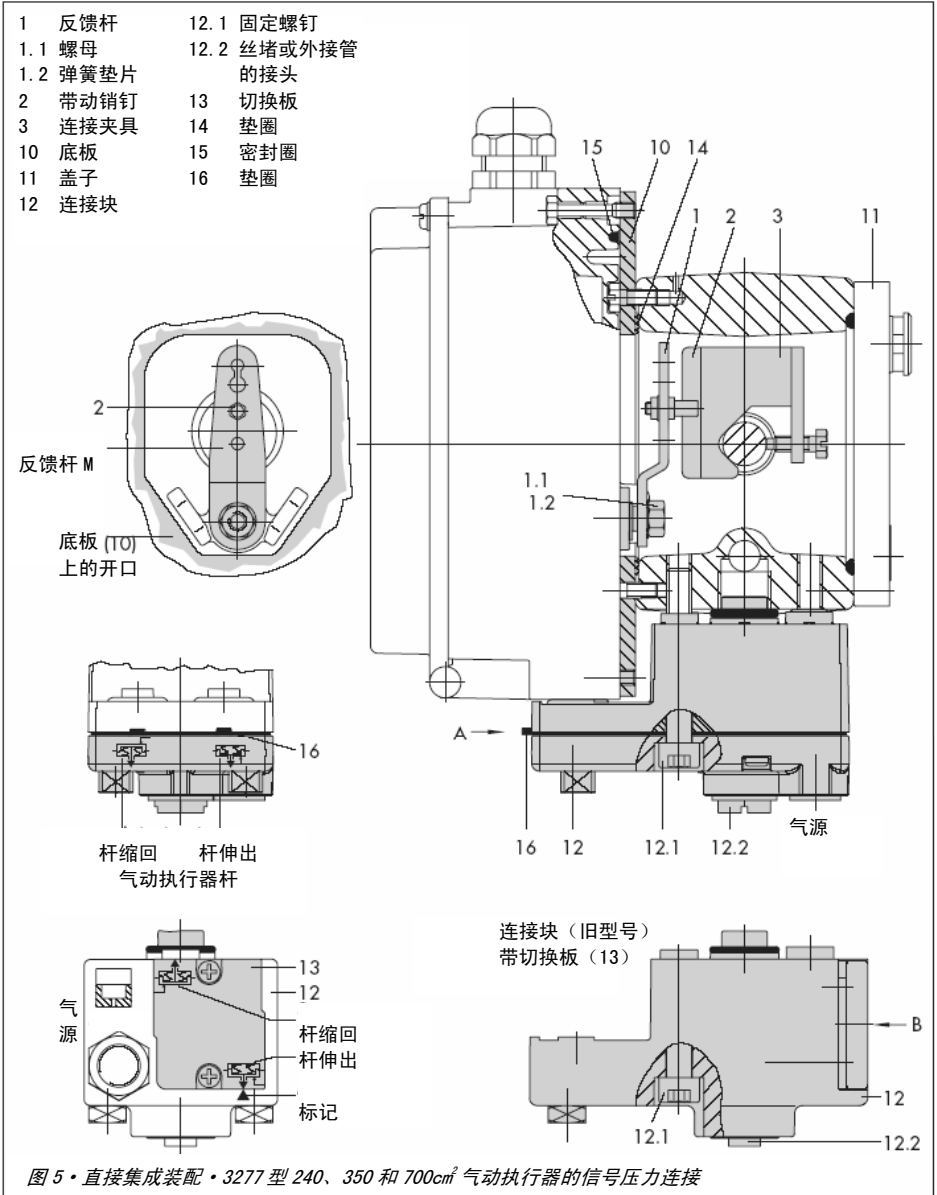

图 5 · 直接集成装配 · 3277 型 240、350 和 700cm3 气动执行器的信号压力连接
### 表 2 直接集成装配到 3277 型气动执行器, 见图 5
6. 以垫圈（16）在连接块（12）侧面的突出部做标记，确认所选的气动执行器故障-安全动作“气动执行器杆伸出”或“气动执行器杆缩回”相应的符号是否已对准标记。若需要调整，则取下三个固定螺钉和连接块的盖，将垫圈（16）翻转 180 度，然后再把盖子复位。旧型号的连接板见图 5 下部，可通过改变切换板（13）的位置使所选的气动执行器故障-安全动作的符号对准标记。